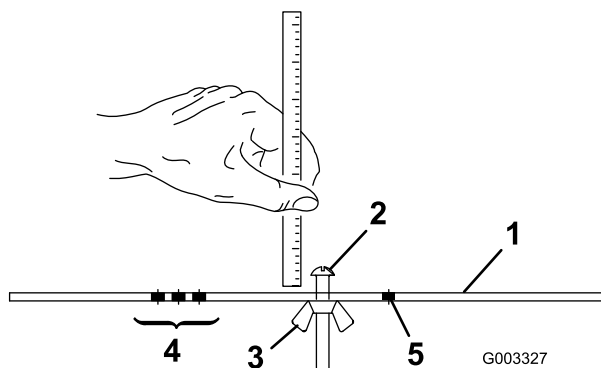

Figura 16
2. Allentate il dado sulla barra di misura (**Figura 16**) e posizionate la vite di regolazione all'altezza di taglio opportuna. La distanza tra la base della testa della vite e la superficie della barra è l'altezza di taglio.